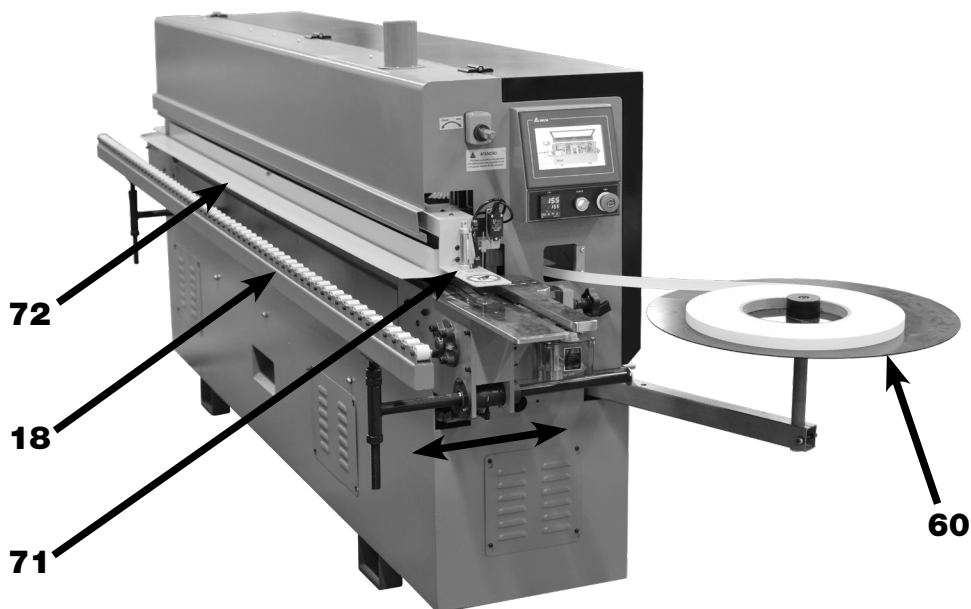

FIGURA 07 – Mesa de Apoio da Fita e Mesa de Roletes
- Estação da Tupia (10);
- Estação do Coleiro (11);
- Estação do Destopador (12);
- Estação do Refilador (13);
- Estação do Raspador (14);
- Estação do Polidor (15).
No lado externo da Estrutura (09) está localizada a Mesa de Apoio da Fita (17), responsável por armazenar a fita de borda e a Mesa de Roletas (18), responsável por apoiar o painel durante o processo, podendo ser ajustada de acordo com a largura do painel (figura 07).